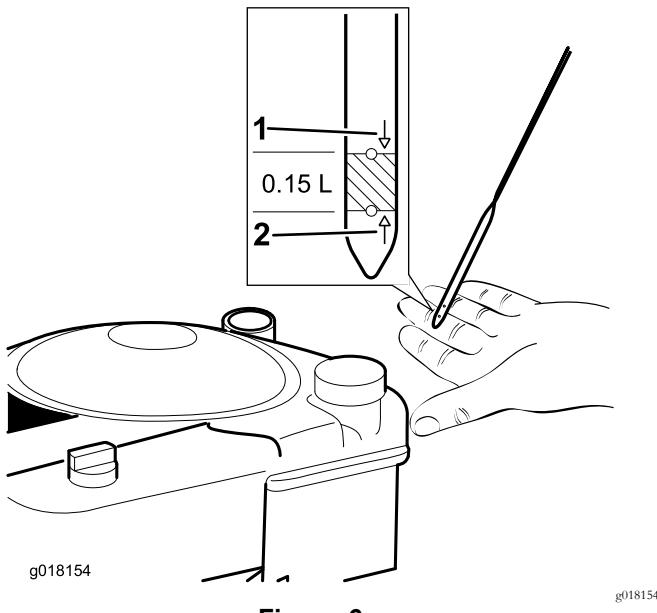

Figura 6
1. Retire a vareta do óleo (Figura 6).
2. Lentamente deite óleo no tubo de enchimento do óleo, aguarde 3 minutos, verifique o nível do óleo na vareta ao limpar a vareta e, depois, introduza totalmente a vareta no tubo (Figura 6).
3. Encha o motor com óleo até a vareta indicar que o nível de óleo do motor está correto, como se mostra na Figura 6.